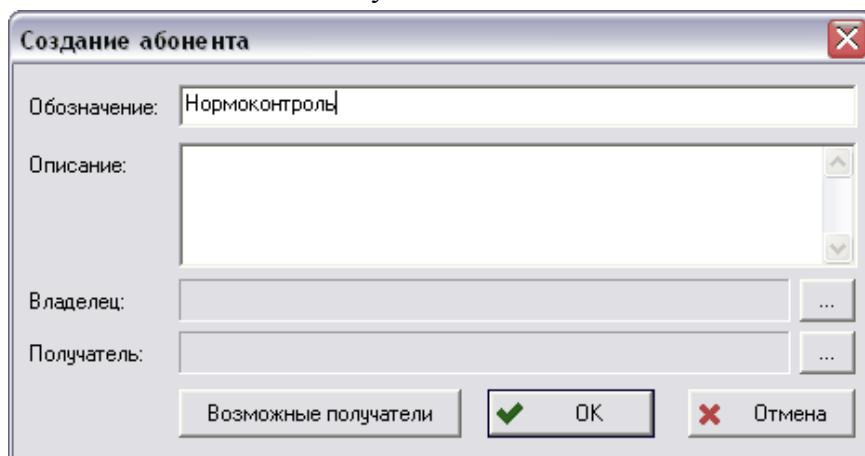

Рис. 46. Создание абонента
3. В диалоговое окно **Создание абонента** введите обозначение и описание (Рис. 46). Обозначение должно быть уникальным.
4. Установите владельца. Для этого нажмите на кнопку  напротив графы **Владелец** (Рис. 46) и из списка сотрудников выберите владельца.